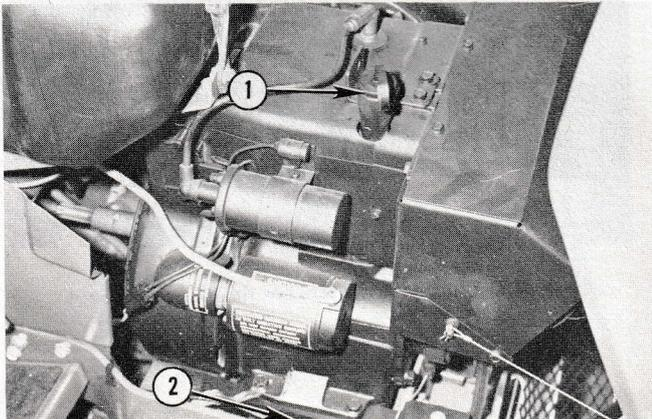

Fig. 14 – Carter d'huile du moteur
VÉRIFICATION DU CARTER D'HUILE – Fig. 14
1. Dévisser et sortir le bouchon de vidange (Fig. 14).
2. Remettre le bouchon de vidange (Fig. 14) et remplir le carter d'huile SAE 30, service SE/CC (voir tableau des températures).